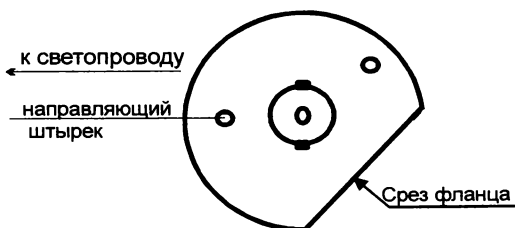

Рис. 26. Правильная установка лампы АКГ 12-55-2 (вид сверху)
**Для замены звукочитающей лампы** требуется отвернуть винт 9 крепления кожуха 3 (см. рис. 113) и снять кожух 3, затем, нажав на подпружиненный рычаг 8, освободить металлический цоколь лампы и вытянуть лампу на себя. Далее следует снять пружинную клемму с плоского контакта лампы, взять новую лампу, надеть пружинную клемму на плоский контакт цоколя, вставить лампу в патрон, приподняв подпружиненный рычаг 8, опустить подпружиненный рычаг 8, плотно поджав цоколь лампы к патрону. При установке необходимо соблюдать правильную ориентацию лампы в патроне (см. рис. 26).